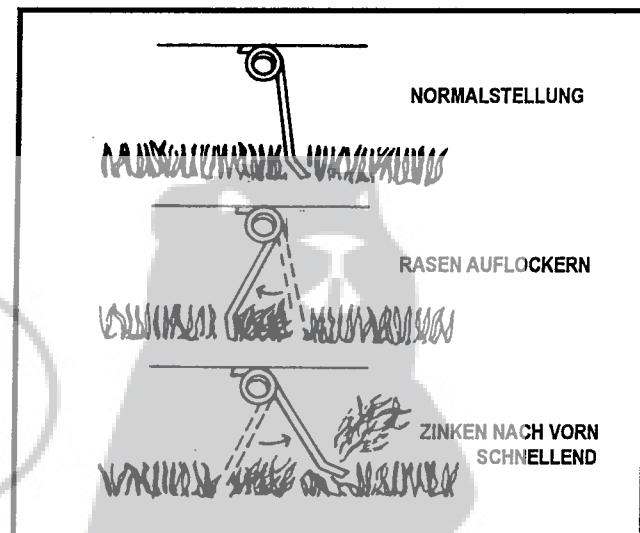

Abb. 6
(Siehe Abb. 6)
- Im Arbeitsbetrieb sollten sich alle Zinken des Gerätes nach hinten biegen und den herausgerissenen Unrat nach vorn "schnippen", wie in Fig. 6 gezeigt wird.